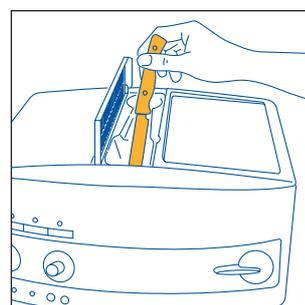

Fig.20
**MERKNAD 5:** Hvis du heller i mer enn en måleskje ferdigmalt kaffe i trakten, bruk en kniv for å la kaffe renne ned (fig. 20), fjern og rengjør trakteren og maskinen som beskrevet i avsnitt 10.2 "Rengjøring av trakteren".